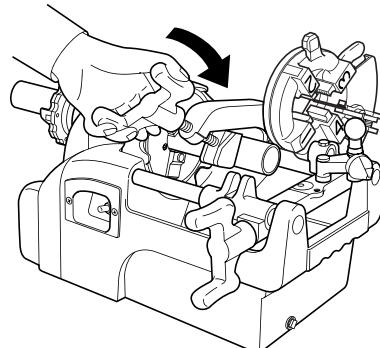

図20
- ① 使用しないダイヘッド・リーマを起こしてください。
- ② パイプの切断箇所を定めてパイプをしっかりと固定します。
- ③ パイプカッタをパイプ径より大きくひらいて図のようにあてがい、パイプの切断箇所にカッタの刃を合わせてハンドルでローラーと刃がかかるところまでかづけてください。
- ④ スイッチを入れ、カッタハンドルをパイプ1回転で1/2以内の割合いでまわしてください。(図20) 切断のときに最初から強い力で切り込むと、パイプの切り口がだ円形にゆがみ、正しい真円のねじが切れない場合がありますから、切り始めは、軽く締めつけながら徐々に切断してください。